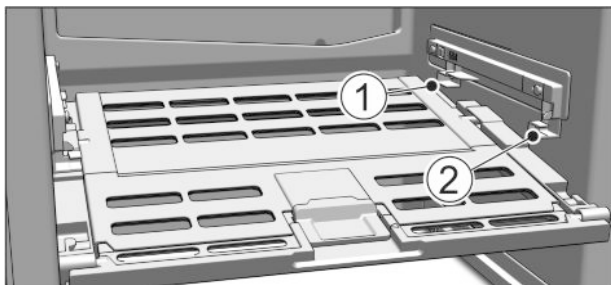

Fig. 10
► Sæt dækslet til Fruit & Vegetable-Safe i: Anbring dækslets tappe i den bageste holder Fig. 10 (1), og lad det gå i indgreb i forreste holder Fig. 10 (2).